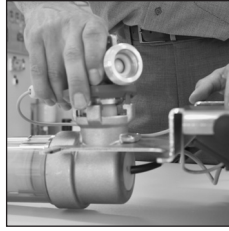

Imagen 6
- Gire la pieza de conexión 45° en sentido contrario a las agujas del reloj y retirela (véase imagen 6).